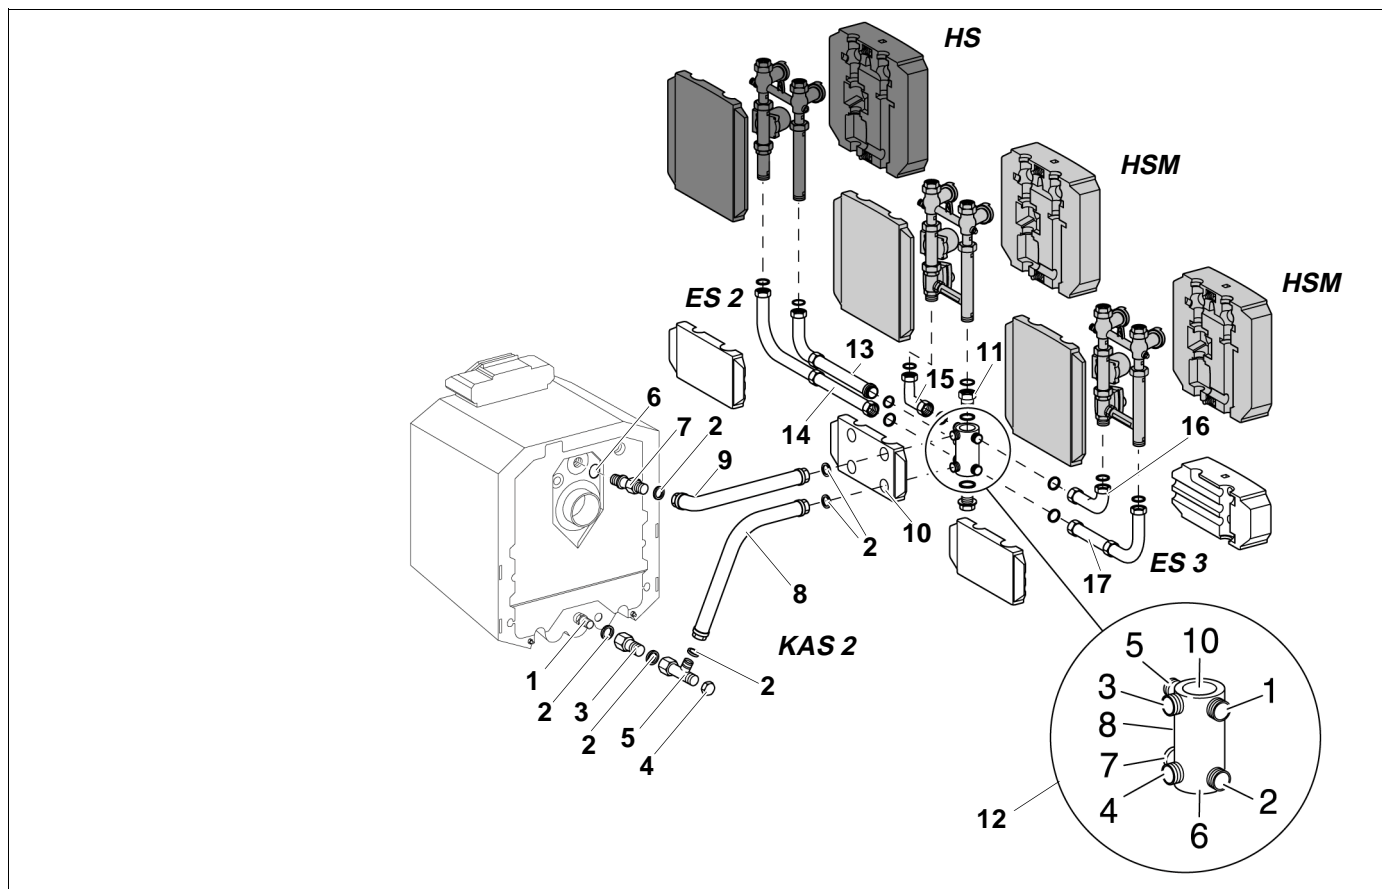

Fig. 8 Montaggio parallelo laterale a sinistra
Legenda Fig. 8
- Avvitare il doppio nipplo (13) con l'O-Ring all'uscita Nr. 8 del collettore di distribuzione multifunzione (12).
- Montare il tubo curvo con la guarnizione (lato lungo) (Fig. 8).
- Inserire la guarnizione nel collegamento a vite del raccordo intermedio (14). Quindi avvitare il raccordo intermedio all'uscita Nr. 7 del collettore di distribuzione multifunzione.
- Montare il tubo curvo con la guarnizione (lato corto) (Fig. 8).
- Avvitare il set del circuito di riscaldamento con miscelatore (HSM) o senza miscelatore (HS) come illustrato in Fig. 8.
- Inserire una guarnizione nel raccordo filettato ad angolo e raccordarlo all'attacco Nr. 1 al collettore di distributore multifunzione (12).